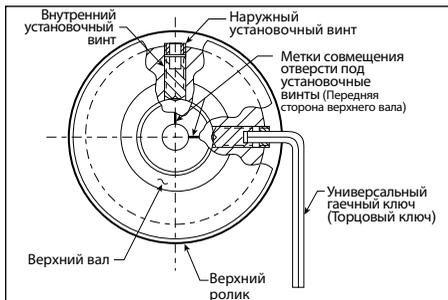

РИС. 7
**14.** Открутите верхний ролик, выкрутив  $\frac{3}{16}$ -дюймовым шестигранным ключом (прилагается) все наружные установочные винты, как показано на Рис. 7 выше. Выкрутите все наружные установочные винты примерно на пол-оборота.